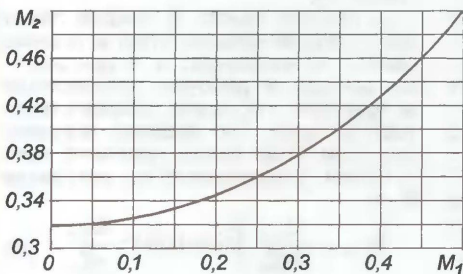

Рис. 10
График зависимости (11) для интервала $0 < M_1 < 0,5$ (режим класса АВ) показан на рис. 10. Из этого рисунка видно, что при увеличении тока покоя, соответствующем изменению M_1 от 0 до